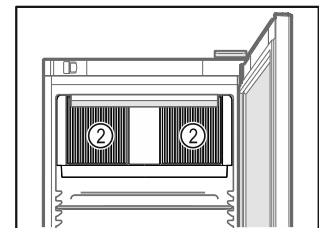

Fig. 48
- ❑ Poskrbite, da prezračevalna reža Fig. 48 (2) ventilatorja krožnega zraka v notranjosti ni zakrita.